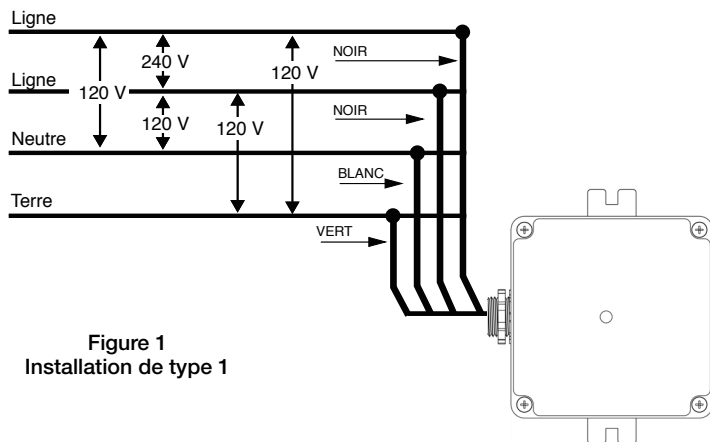

Figure 1
2. Raccorder les fils comme indiqué à la Figure 1.